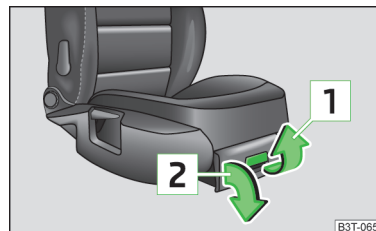

Fig. 92
- Tire del tirador en el sentido de la flecha 1 » fig. 92.
- Agarre el tirador del compartimento y ciérrelo en sentido contrario al de la flecha **2** » fig. 92.